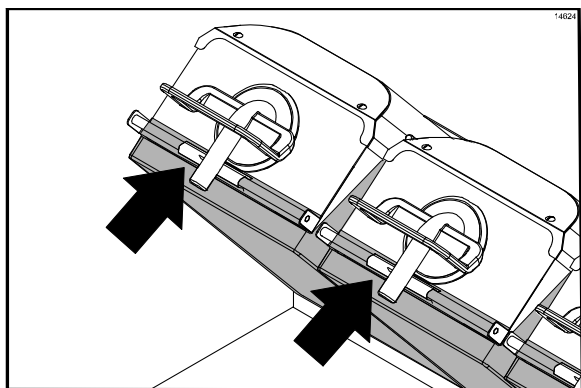

图 68
40. 重新安装上煎板不粘膜。用固定夹片和固定杆来固定不粘膜。（请见图 68）